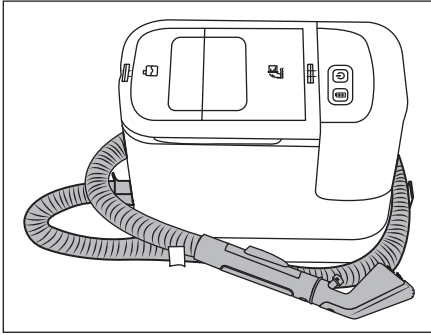

Fig. 4
- ◆ Scoateți suportul pentru furtun 15 din aparat. Așezați furtunul de pulverizare/aspirare 19 în jurul aparatului și utilizați în acest sens suporturile pentru furtun 15/16 (a se vedea fig. 4).